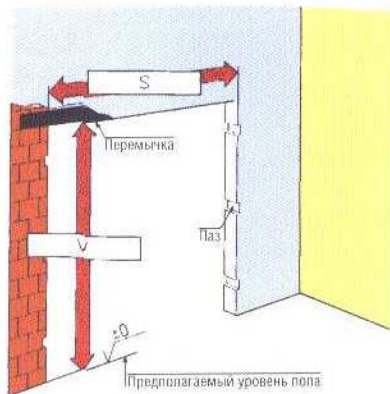

рис. 5.1
- 1 Подготовьте черновой строительный проем в соответствии с рис. 5.1 и монтажными размерами рис. 3.2.